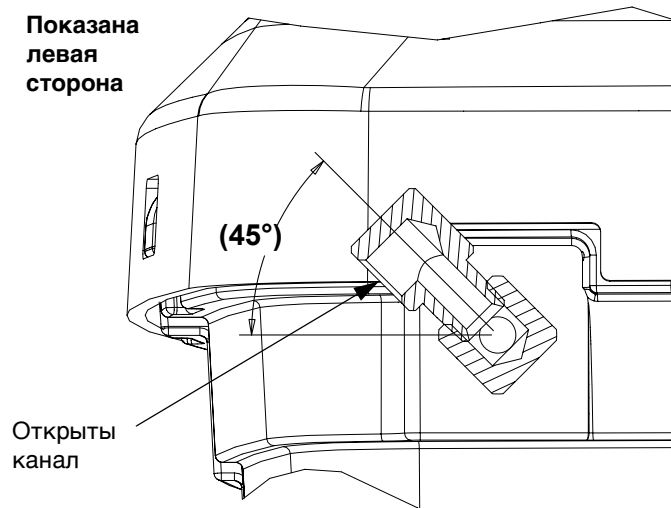

Рис. 21: Ориентация вентиляционной арматуры
Не заполняйте наружную рубашку полностью при использовании комплекта рециркуляции бункера или шланга. Инструкции по заполнению см. руководство для комплекта циркуляции бункера или шланга. Переполнение может привести к переливу в вентиляционную арматуру (см. Рис. 21) в ходе запуска.
- Установите вентиляционную арматуру (36, 39) в один из каналов заполнения. Вентиляционная арматура поставляется свободно. Для корректной ориентации вентиляционной арматуры см. Рис. 21.